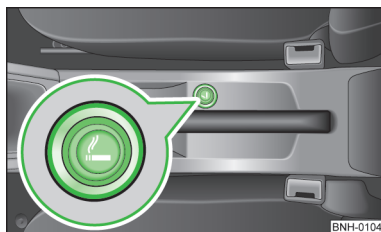

Fig. 46
El encendedor se encuentra adelante en la consola central » fig. 46.
- Pulsar el botón del mechero del encendedor » fig. 46.